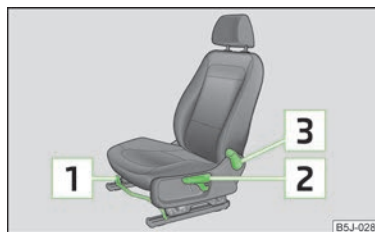

Fig. 38
- Tirar de la palanca (en la zona central) **1** » fig. 38 hacia arriba, desplazando al mismo tiempo el asiento hasta la posición deseada.
- Si se quiere subir el asiento, tirar de la palanca **2** » fig. 38 hacia arriba o bombear.
- Descargar el respaldo (no apoyarse), tirar de la palanca **3** » fig. 38 hacia atrás y ajustar la inclinación deseada del respaldo utilizando la espalda.